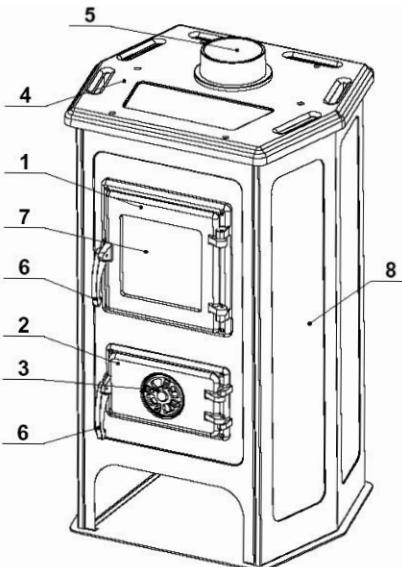

Рисунок 1.
- дверцу зольного ящика оставьте открытым до появления стабильного огня, после закрытия интенсивность горения регулируйте с помощью регулятора подачи воздуха (рисунок 1,позиция 3);
Регулятором первичного воздуха в печи Вы регулируете температуру, мощность и скорость сгорания топлива (Рисунок 1, позиция 3).